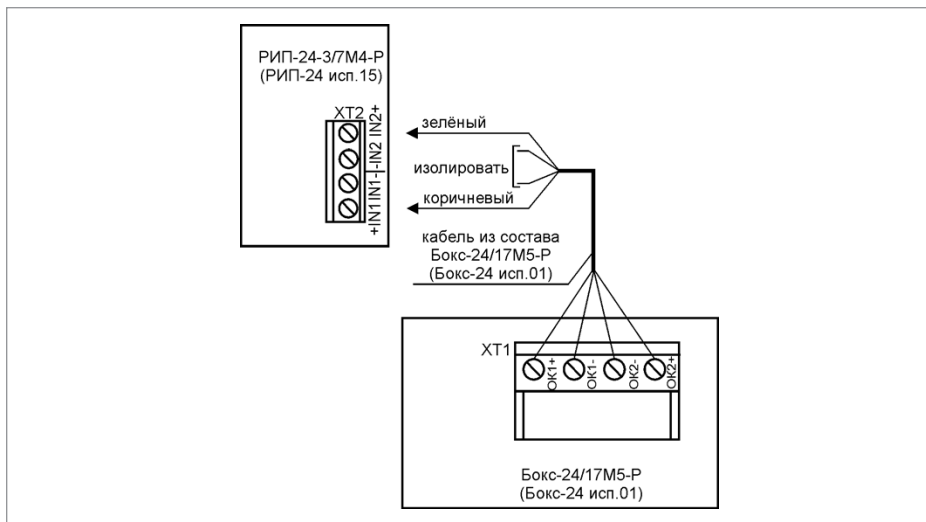

Рисунок 20. Схема подключения Бокс-24 исп.01 (Бокс-24/17М5-Р) к РИП
1. Схема подключения Бокса-24 исп.01 (Бокс-24/17М5-Р) (далее - Бокс) представлена на Рисунок 20. Кабель подключения Бокса к РИП входит в комплект поставки Бокса и подключен к колодке XT1.